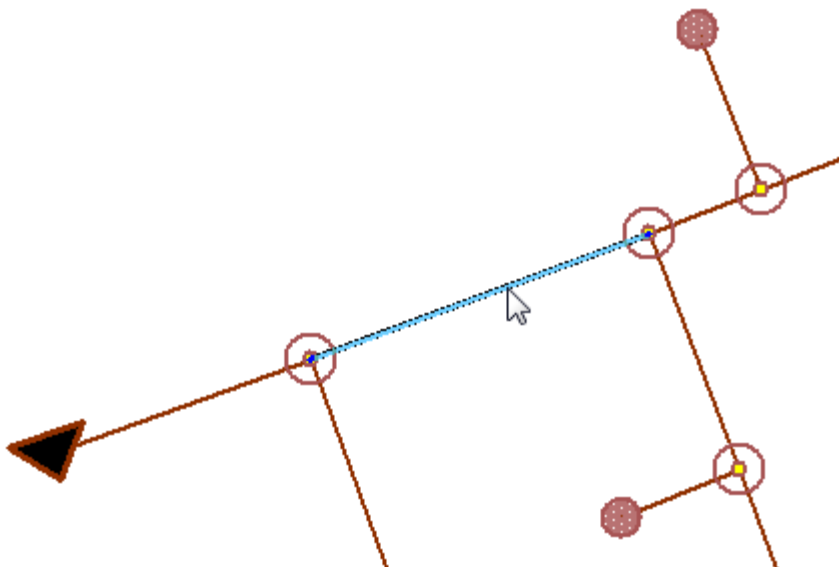

Рисунок 73. Выбор участка проектируемой сети
2. Щелчком выберите на схеме любой из участков проектируемой сети. Выделенный участок замигает, (Рисунок 73. «Выбор участка проектируемой сети»).